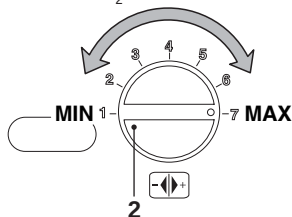

Fig. 7.9
- Gire el mando de configuración de la caldera 2 hasta el máximo (Fig. 7.9) y compruebe el valor de CO₂.